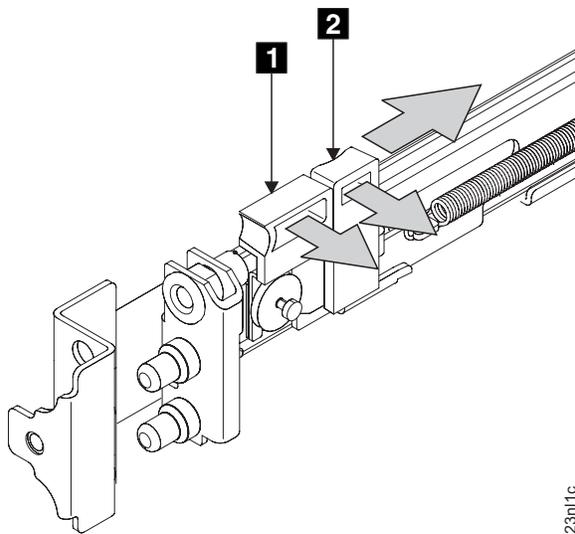

図44. 前部ラッチ・ロック・キャリア・アセンブリーを開く
3. ラッチ・レバー **1** をレール (74 ページの図 44) の終端の方向に動かしながら、ラッチ・ロック **2** をレールから離れる方向に静かに押します。ラッチ・ロック・キャリア・アセンブリーが、ばねの強度でスライドします。